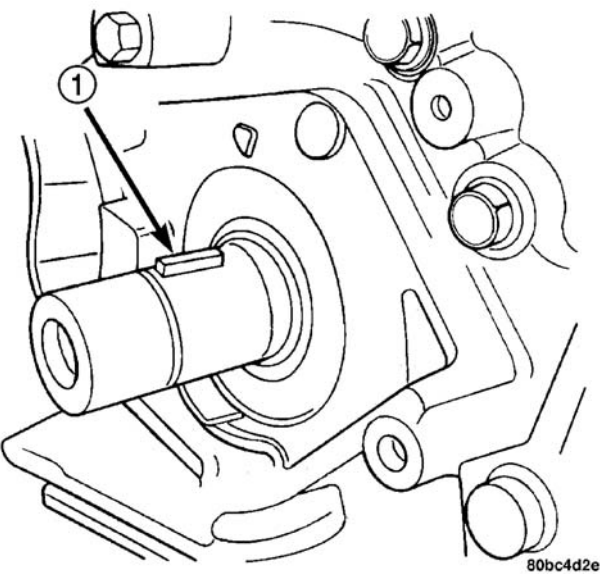

图 92 曲轴定位键
- （6）卸下曲轴键（图 92）。
(6) 安装曲轴键(图 92)。